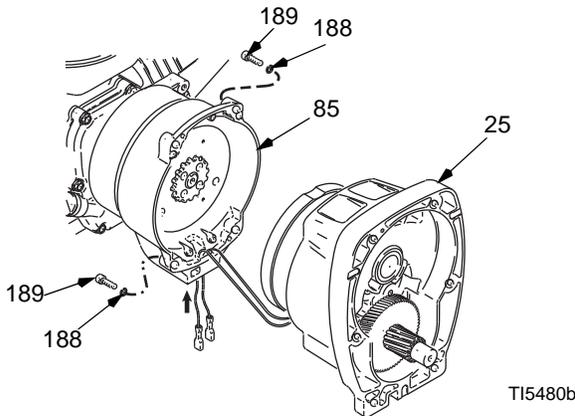
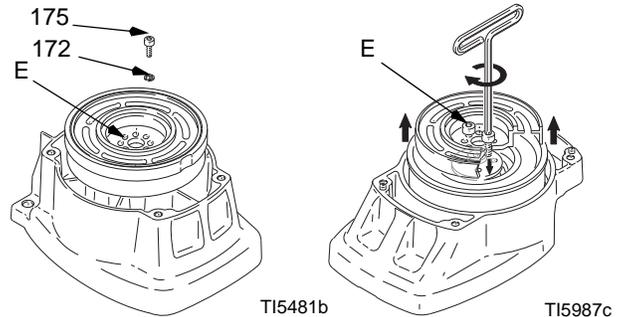

FIG. 4
FIG. 5
4. FIG. 4. Saque los cuatro tornillos (189) y las arandelas de seguridad (188) y el conjunto del piñón (25).
5. FIG. 5. Coloque el conjunto del piñón (25) en el banco, con el lado del rotor hacia arriba.
6. Retire los cuatro tornillos (175) y las arandelas de seguridad (172). Coloque dos tornillos en los orificios roscados (E) del rotor. Apriete, alternativamente, los tornillos hasta que salga el rotor.
9. FIG. 5. Coloque el conjunto del piñón en el banco, con el lado del rotor hacia arriba.
10. Aplique sealant a los tornillos. Instale los cuatro tornillos (175) y las arandelas de seguridad (172). Apriete, alternativamente, los tornillos a un par de 125 in-lb hasta que el rotor esté firmemente colocado. Utilice los orificios roscados para sujetar el rotor.
11. FIG. 4. Instale el conjunto del piñón (25) con los cinco tornillos (189) y las arandelas de seguridad (188).